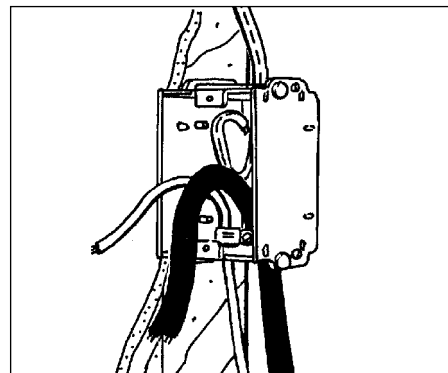

Figura 4
3. Corte el exceso de longitud de los cables del circuito derivación de fuente, fuente, cable toma corriente y sensor de temperatura, como sea necesario, dejando 6" (15 cm) de proyección desde la caja de conexiones eléctricas (ECB), Consulte figura 4. La mayoría de los